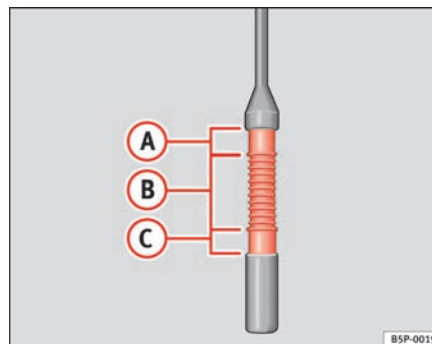

Abb. 163 Ölmesstab.
- Den Messstab anschließend wieder herausziehen und den Ölstand ablesen ⇒ Seite 222, Abb. 163. Füllen Sie gegebenenfalls Motoröl nach.